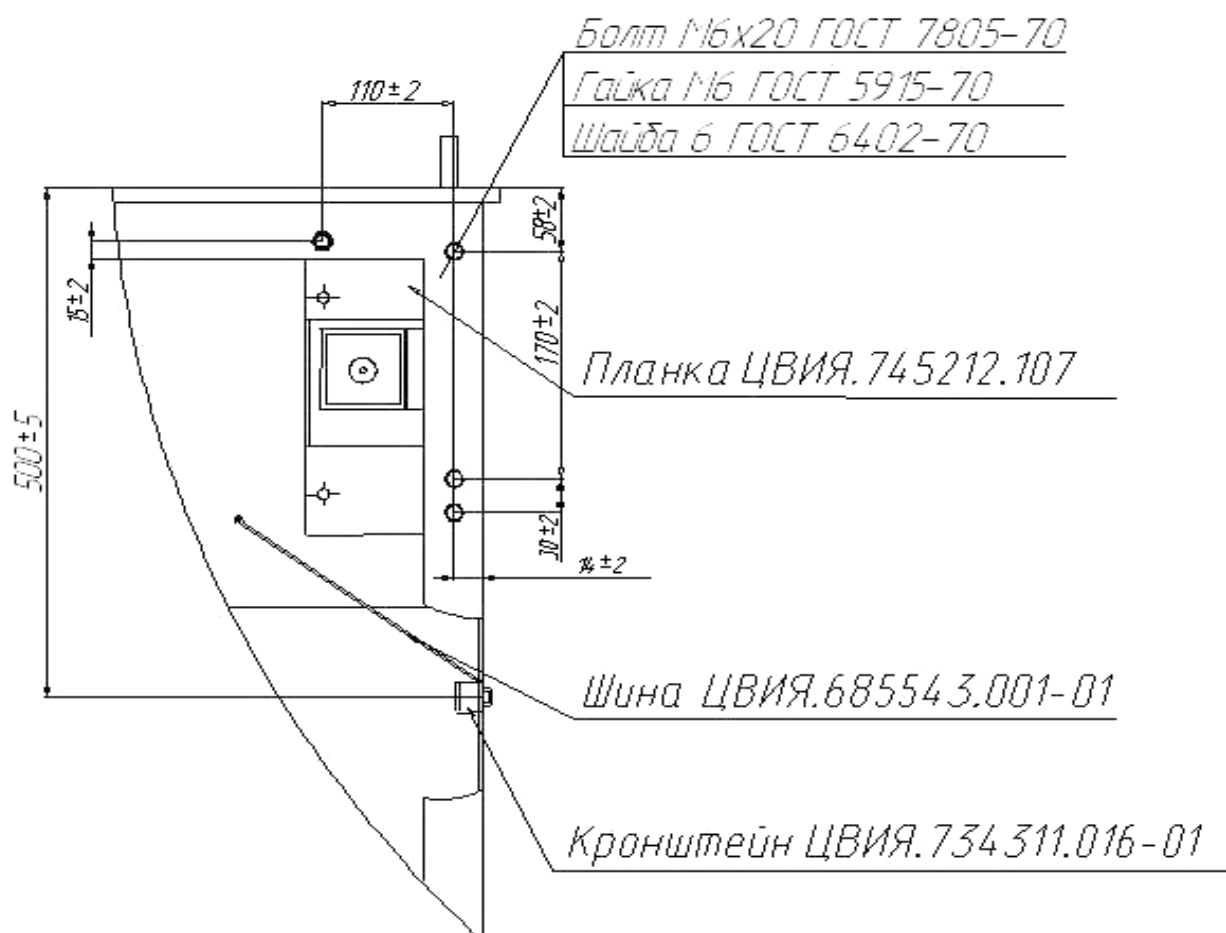

Рисунок 2.4 – Установка планки и кронштейна
- просверлить четыре отверстия диаметром $(7\pm 0,3)$ мм в корпусе шкафа для установки планки ЦВИЯ.745212.107 из состава комплекта запасных частей (планка упирается пазом в шайбу крепления петли двери). Планку крепить болтами М6х20, используя гайки М6 и шайбы 6 (см. рисунок 2.4);